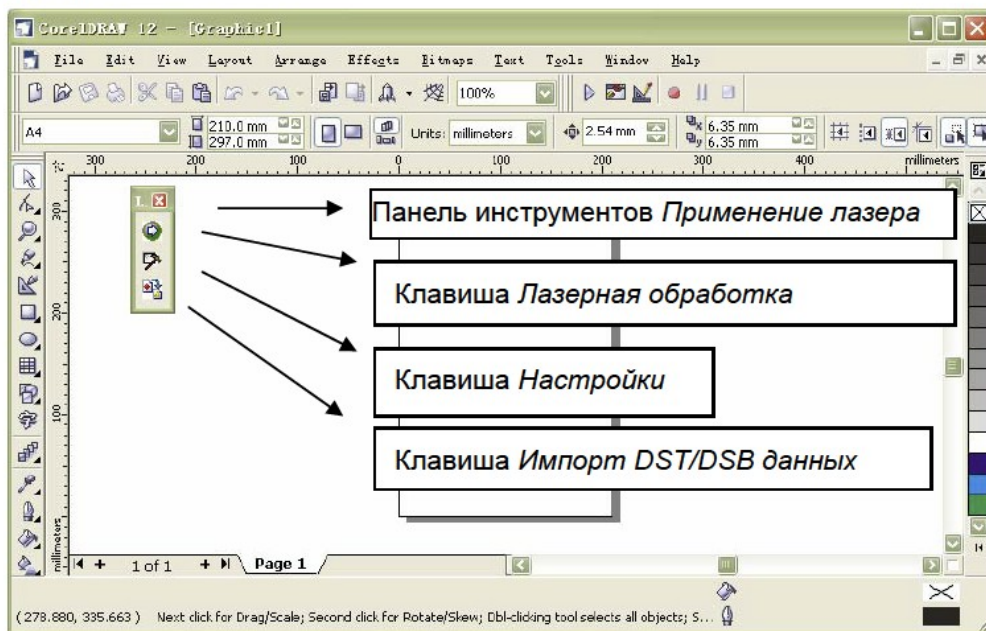

Рис.1-6 CorelDraw главное меню
1. Откройте CorelDraw11 или CorelDraw12, появится главное меню CorelDraw как на рис.1-6: